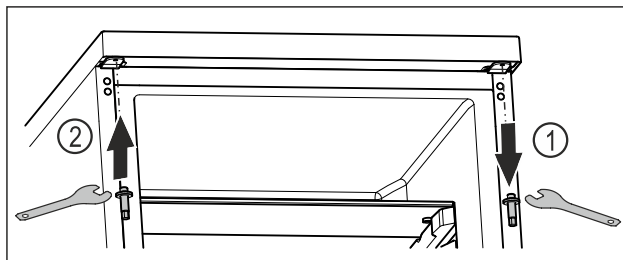

Fig. 22
- ▶ Odšroubujte horní čep imbusovým klíčem. Fig. 22 (1)
- ▶ Čep na opačné straně utáhněte imbusovým klíčem. Fig. 22 (2)